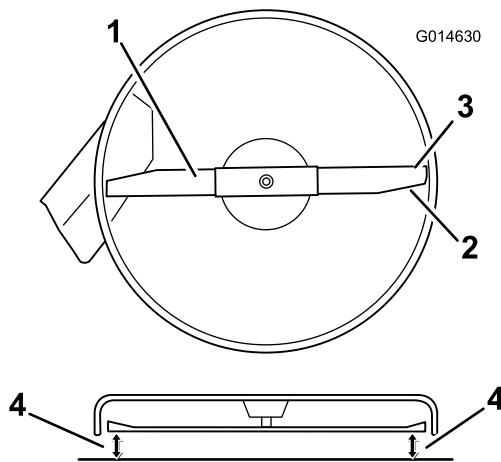
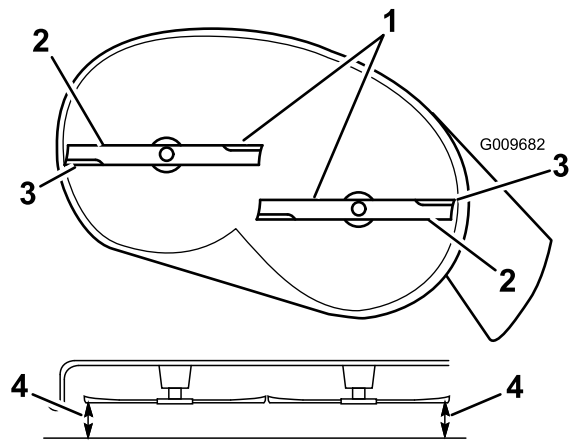

Bild 60
Bild 61
4. Drehen Sie die Messer vorsichtig, damit sie alle quer gestellt sind (Bild 60 und Bild 61).
5. Messen Sie den Abstand zwischen den äußeren Schnittkanten und der ebenen Oberfläche (Bild 60 und Bild 61).